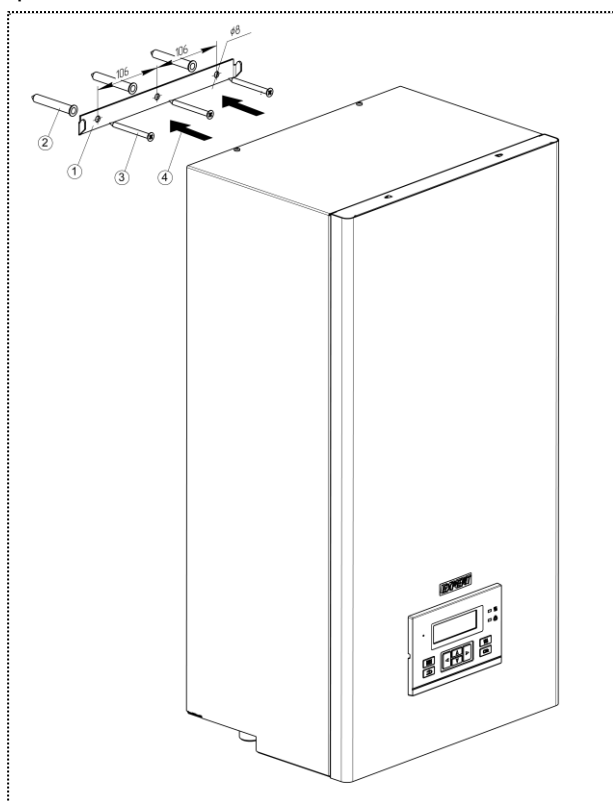

Рисунок 4. Установка прибора на вертикальное основание
**5.1.2** Выполните разметку отверстий в стене под крепление кронштейна (закладной) в соответствии с рис.4